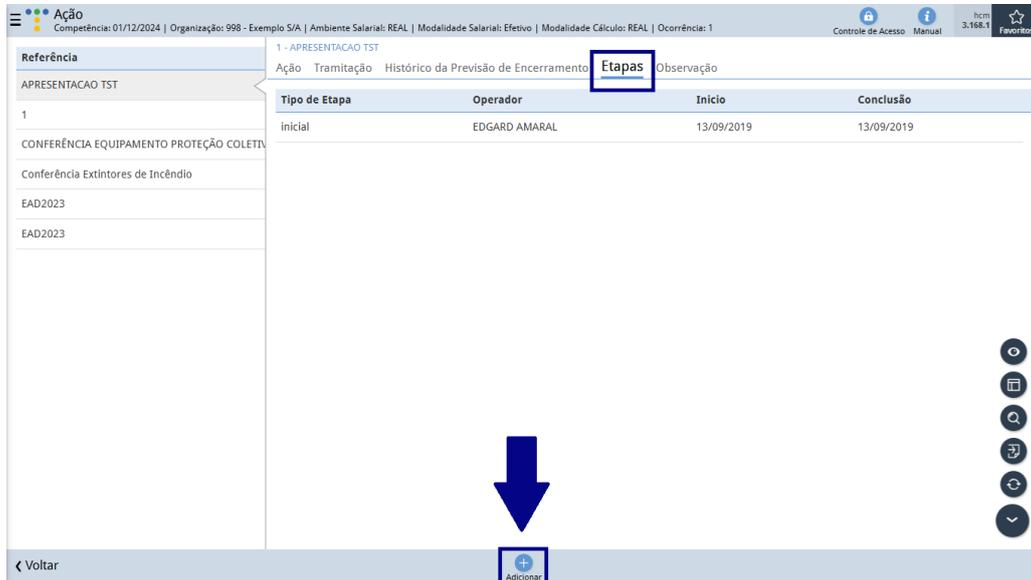

Figura 125: Adicionar
1. Na aba **Etapas**, clique em **Adicionar** (Figura 125).